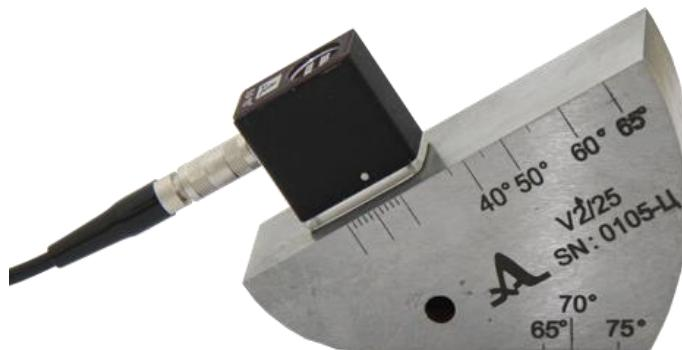
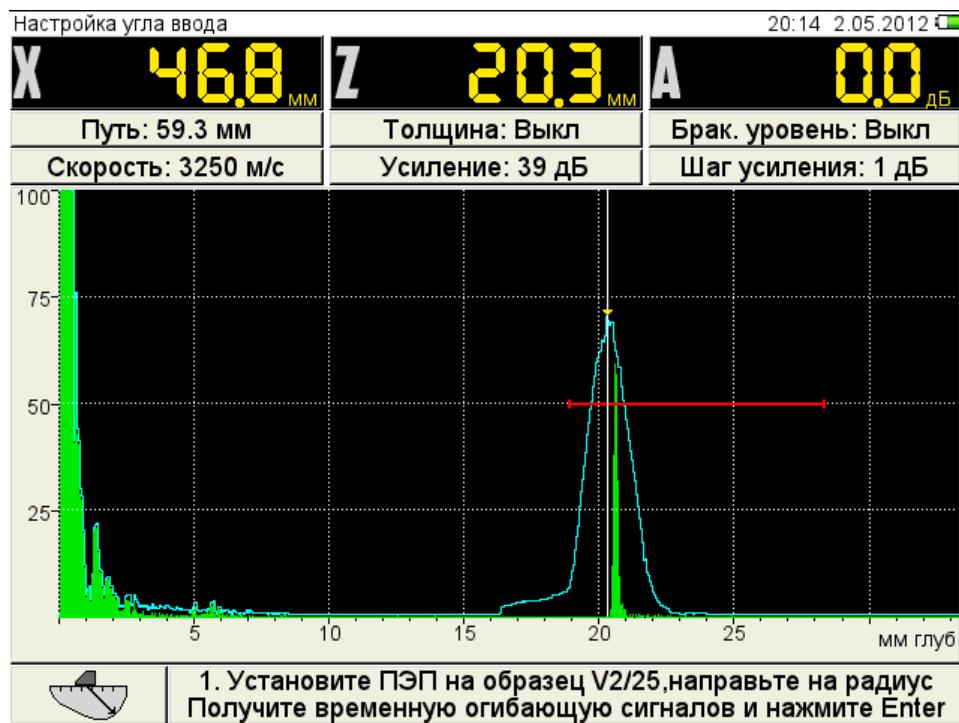

Рисунок 9
Рисунок 10
- для определения задержки в призме преобразователя просканировать радиусную часть (R50) образца V2/25 со стороны длинной грани (рисунок 9), получить временную огибающую сигналов (рисунок 10) и нажать клавишу